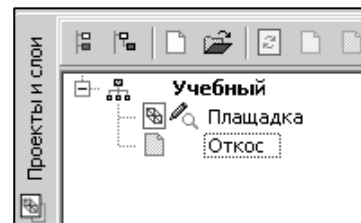

Рис. 3.4
3.2. Используя команду  **Создать узел на одном уровне** создайте новый узел **Откос**. В результате структура слоев должна соответствовать рис. 3.4.